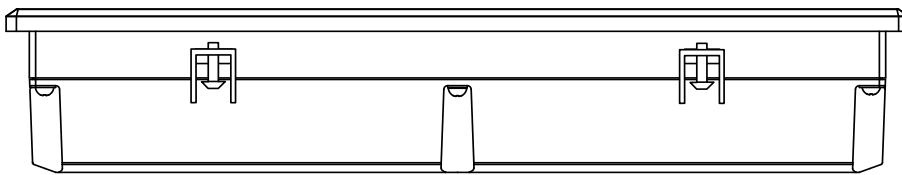

Рисунок 5.1 – Установлення кріпильних затискачів
3. Кріпильні затискачі вставити у вирізи на верхній і нижній сторонах корпусу (див. рисунок 5.1)